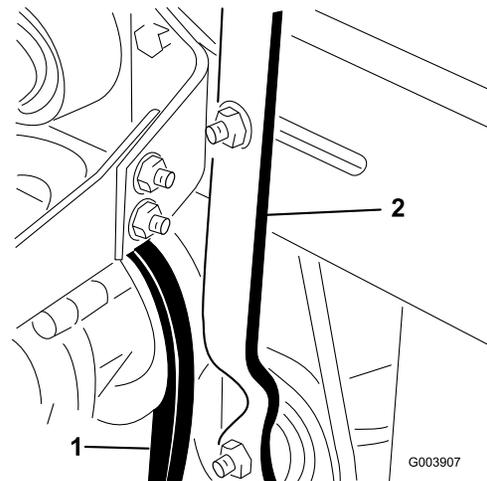

図 70
1. ベルトテンシヨナ・レバーのロックナットをゆるめる(図 70)。